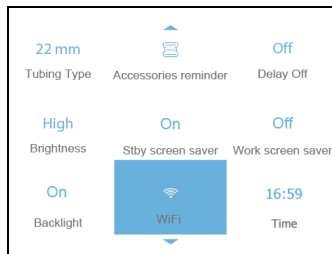
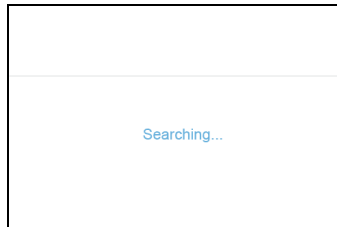

Fig. 16-5
Fig. 16-6
(2) Rotiți **butonul rotativ**  până când cursorul rămâne pe opțiunea „WiFi”, așa cum se arată în Fig. 16-5. Apăsați **butonul rotativ**  și va apărea interfața prezentată în Fig. 16-6. Așteptați 0-5 secunde pentru a accesa automat interfața de configurare „WiFi”.